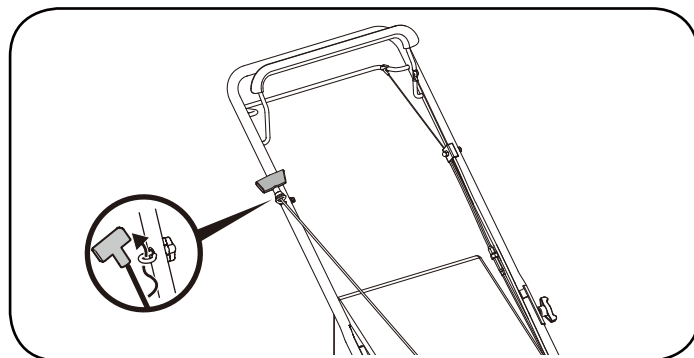

Figura 15
4. Cuando el motor esté funcionando, ponga la cuerda del cebador en la guía de la cuerda (vea Figura 15).